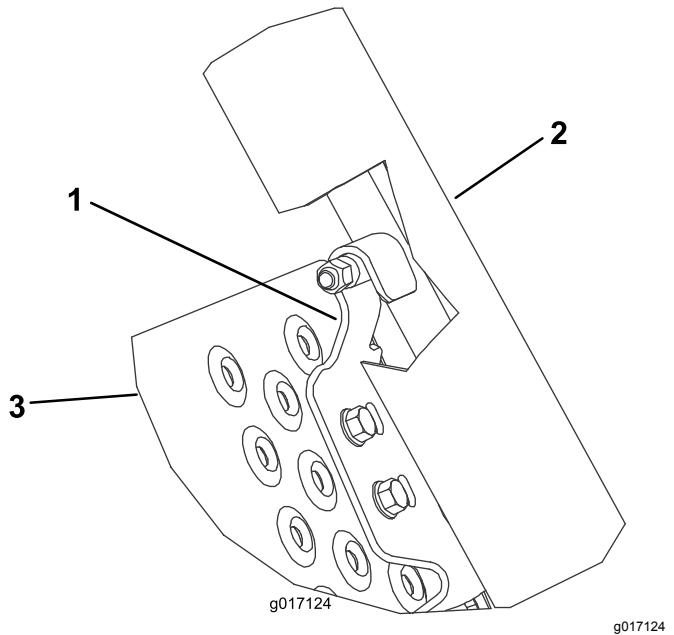

Figura 4
- 7. Introduzca un tornillo de cabeza hexagonal a través de cada uno de los taladros centrales de las rampas de carga y a través de los 2 tubos de goma (Figura 4).
- 8. Coloque una chapa de sujeción en cada lado de la rampa de manera que queden alineadas con la parte inferior de la rampa de carga, se enganchen las clavijas recubiertas de las rampas de carga y estén alineadas con los taladros de la rampa (Figura 2 y Figura 4). Se utiliza un solo juego de taladros de montaje para cada chapa de sujeción.
- Monte provisionalmente cada chapa de sujeción a la rampa de carga con tornillos con arandela prensada de 5/16" x 3/4" y tuercas con arandela prensada (Figura 2 y Figura 4).
- Eleve y bloquee la rampa. Ajuste las chapas de sujeción hasta que se enganchen en las clavijas, y apriete los tornillos y las tuercas con arandela prensada (Figura 2 y Figura 4).